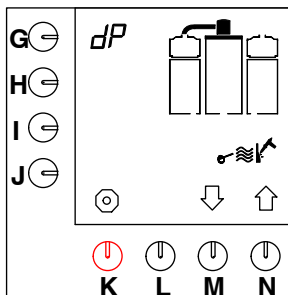

Fig. 15 Start av bryggarsystemets avkalkningsprogram
- Avkalkningsprogrammet visas på displayen (fig. 15).
- Håll programmeringstangenten (G.) intryckt tills fig. 15 återvänder på displayen.